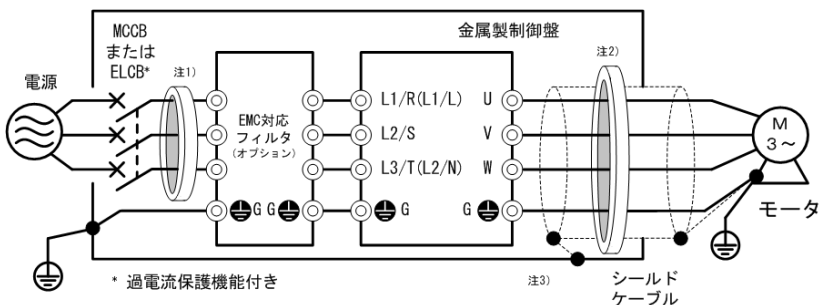

図11.1 EMC 対応フィルタ（オプション）設置方法
- 3) 放射ノイズが規格を超える場合は、図 11.1 に示すように金属製の盤内にインバータおよび周辺機器を設置してください。